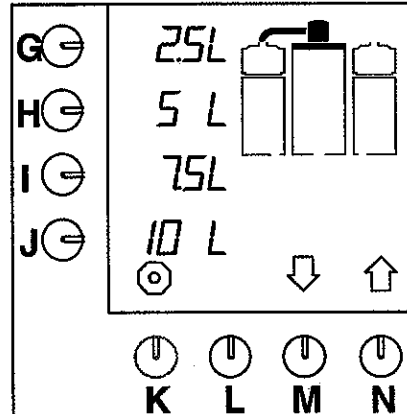

Fig. 6 Startskærm (Start screen)
- Indikatorlampen på kontakten lyser. Standardvalgmulighederne vises i displayet (fig. 6).